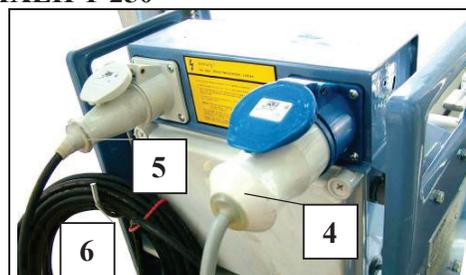

Рис. 32 Монтажная планка с вилками соединителей лебедки
- Аккуратно смотать излишний кабель и повесить на крюк (Рис. 32 поз. 6). - В противном случае существует опасность возникновения аварии вследствие зависания или повреждения кабеля.